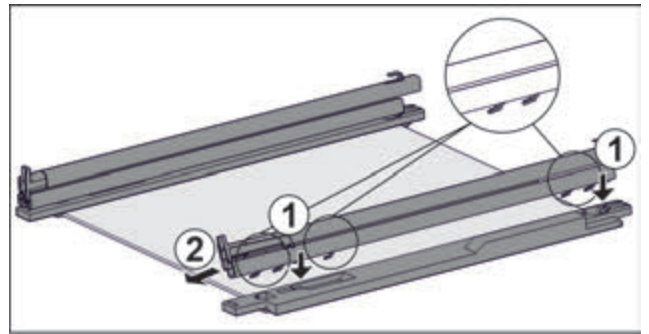

Fig. 115 Скляна пластина з рейками та деталями для підтримки
- ▶ Одягти гаки рейки на отвори **лівої** деталі для підтримки. Fig. 115 (1)
- ▶ Потягніть рейку вперед. Fig. 115 (2)
- ▶ Одягти гаки рейки на отвори **правої** деталі для підтримки. Fig. 115 (1)